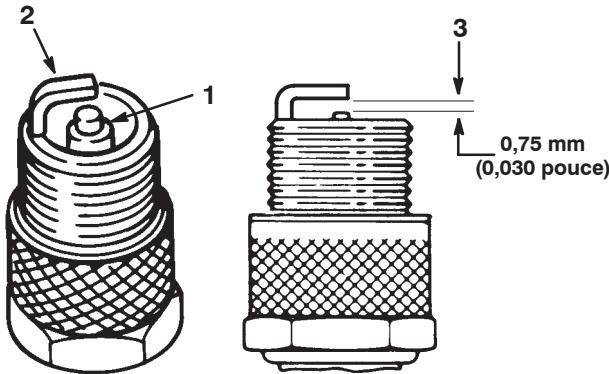

Figure 35
- Inspectez le centre des bougies (Fig. 35). Si le bec de l'isolateur est recouvert d'un léger dépôt gris ou brun, le moteur fonctionne correctement. S'il est couvert d'un dépôt noir, c'est généralement signe que le filtre à air est encrassé.
- Contrôlez l'écartement entre l'électrode centrale et l'électrode latérale (Fig. 35).
Remarque : Courbez l'électrode latérale (Fig. 35) si l'écartement est incorrect.